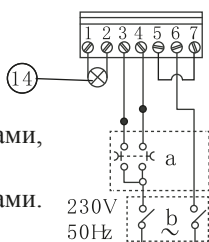
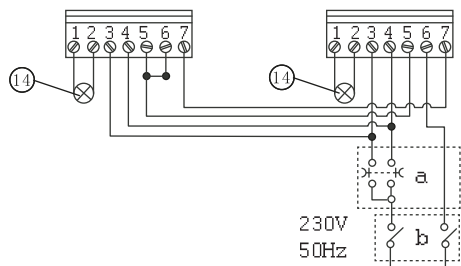
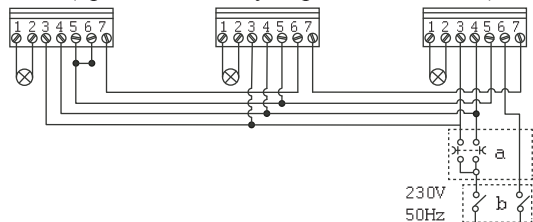
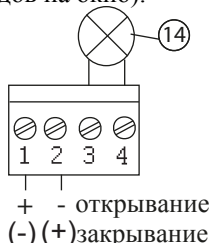

Рис.3.1. Электрическое подключение приводов Varia UNI 230В(при монтаже одного привода на окно).
Рис.3.2. Электрическое подключение Varia UNI 230В (при монтаже двух приводов на окно).
Рис.3.3. Электрическое подключение Varia UNI 230В (при монтаже трех приводов на окно).
Рис.3.4. Электрическое подключение Varia 24В
7. Подключить электрическую часть, как показано на схеме (рис.3.1,рис.3.2,рис.3.3,рис.3.4). Отвинтите винты, снимите крышку (13) и клемму, соедините провода питания, пропуская их предварительно в отверстие крышки, установите зажим для электрокабелей и установите клемму и крышку: